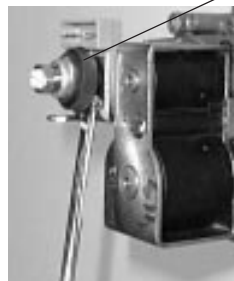
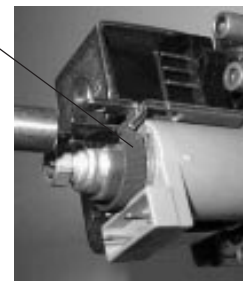

Bild 2
Bild 3
2. Roten Sicherungsring der vorhandenen Modulationsspule mit einem Schlitzschraubenzieher entfernen (Bild 2). Falls vorhandener Sicherungsring Einkerbungen hat, Sicherungsring durch durchdrücken der Kerben mit dem Schlitzschraubenzieher zerstören (Bild 3).